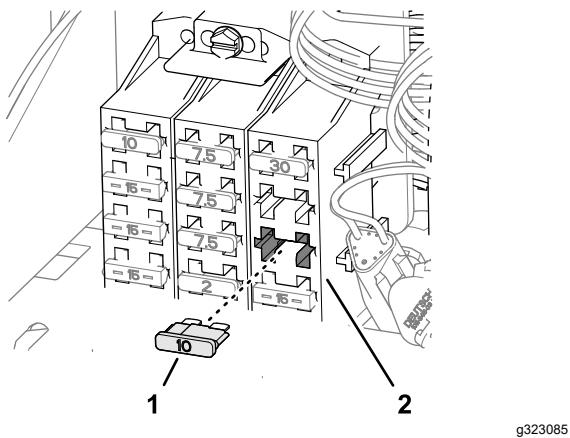

Figura 135
8. Insira o fusível (10 A) na tomada da caixa de fusíveis (Figura 135) para o circuito de alimentação opcional que utilizou no passo 5.